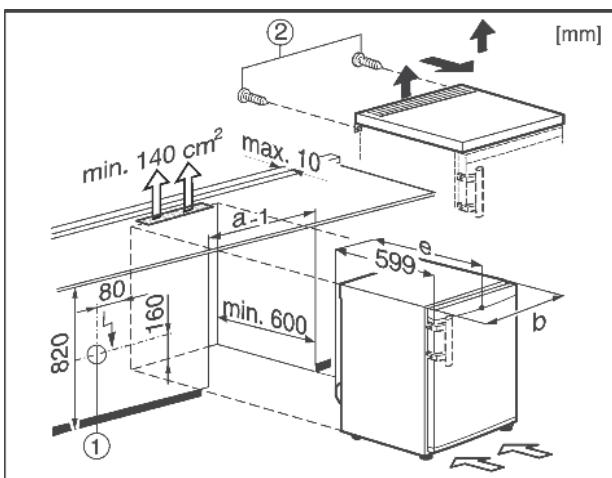

Fig. 7
Розетка Fig. 7 (1) при этом должна располагаться не у задней стенки устройства и быть легко доступна.
- Удалите болты Fig. 7 (2) на задней стенки.